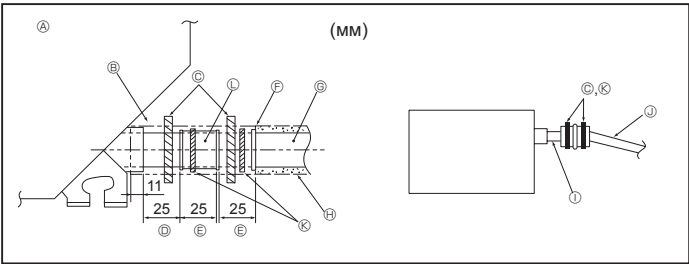

Fig. 3-5
- ① O. D. ø32 PVC TUBE
- ② Сделайте ее как можно большей
- ③ Внутренний прибор
- ④ Устанавливайте трубы большого размера для сгруппированных труб
- ⑤ Наклон вниз (1/100 или больше)
- ⑥ O. D. ø38 PVC TUBE для сгруппированных труб.
- ⑦ (9 мм изоляция или больше)
- ⑧ До 85 см
1. Подсоедините соединительную муфту для дренажа (входит в комплект поставки прибора) к дренажному порту. (Fig. 3-5)